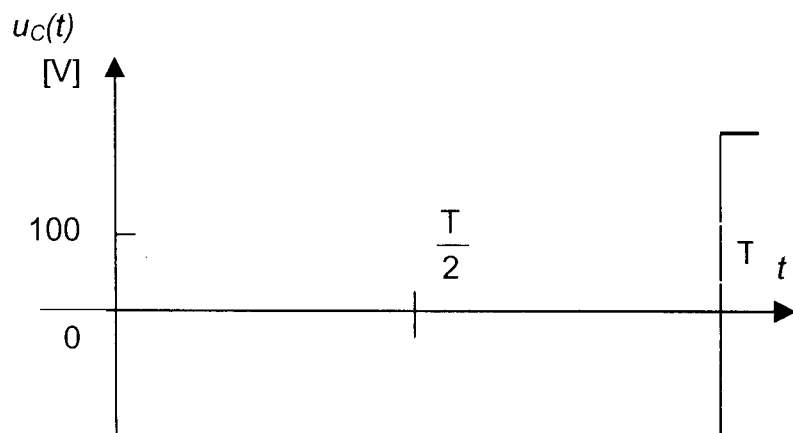

figure 7
- a) A l'aide de la figure 8, dessiner le chronogramme de la tension $u_c(t)$ figure 7 du document n°2.